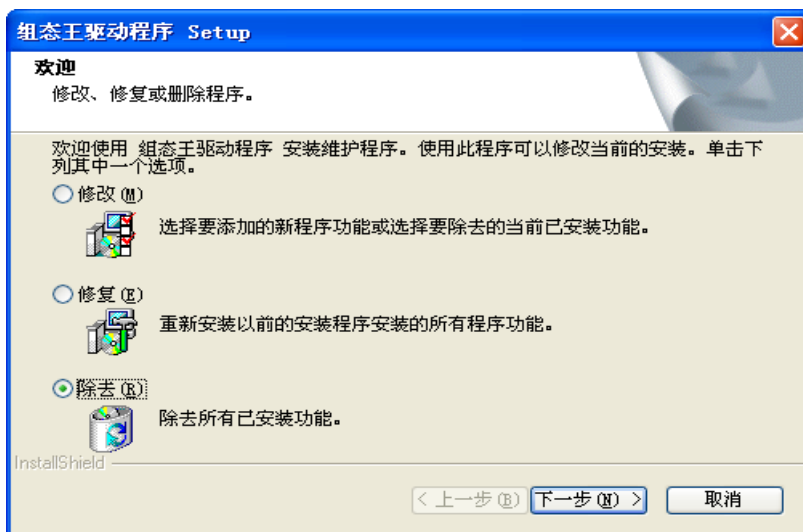

图 1.28 删除程序
- ✧ **第二步：**如果安装有组态王 7.0 驱动程序，在卸载组态王 7.0 时必须先卸载组态王 7.0 驱动程序。在上图中选择组态王 7.0 驱动程序，单击“更改/删除”按钮，系统弹出如图 1.28 所示对话框。选择“除去”选项，系统会自动删除安装的项目。
在装有组态王 7.0 的计算机上，在控制面板中执行删除软件操作，或是使用组态王 7.0 安装程序重新安装时，安装程序自动提示“修改、修复或删除”对话框，如图 1.28 所示。如选择修改组态王 7.0 驱动程序，点击“下一步”按钮，弹出驱动组件修改对话框。可以通过选择来修改安装内容。